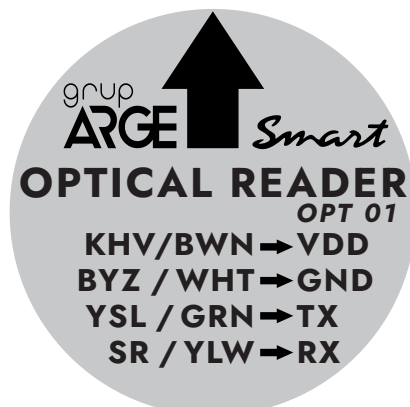

Figure 8
- a. Electricity Meter / Optical Port: See Figure 8; 9